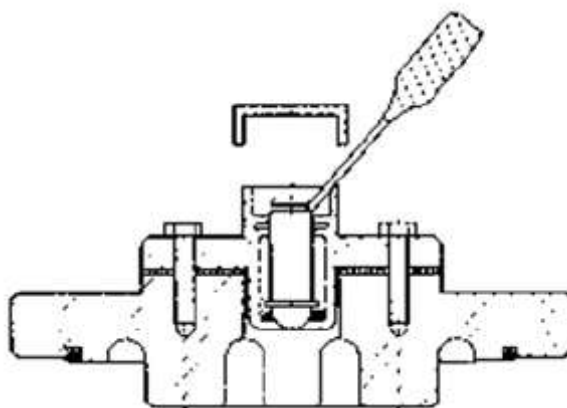

Рис. 58
2. Отвёрткой приподнять шток клапана, чтобы выпустить воздух (Рис.58).